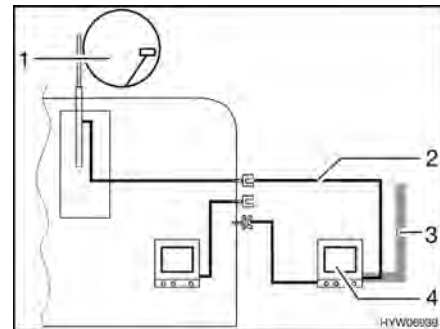

Fig. 120 TV en el área bajo el toldo
- TV en el área bajo el toldo (Fig. 120,4): Conexión a la antena del techo (Fig. 120,1) con el cable de conexión (Fig. 120,2)
- TV en el área bajo el toldo (Fig. 120,4): Conexión a antena externa (Fig. 120,3)